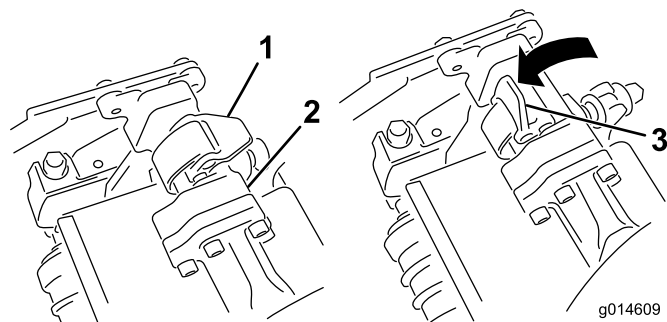
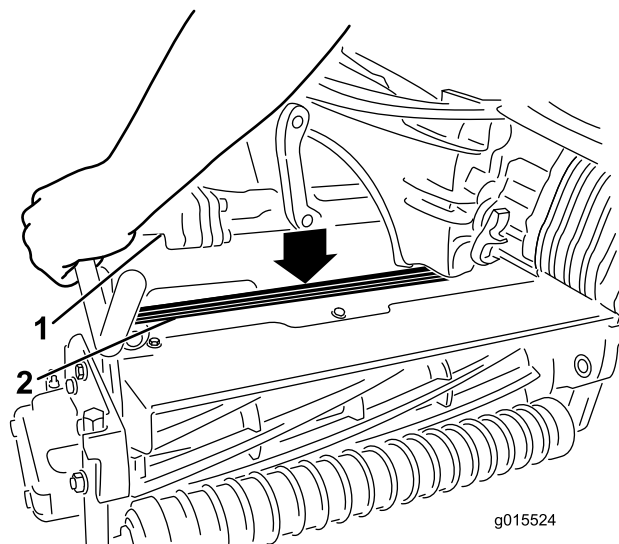

Bild 35
Bild 36
4. Die Riegel an der Aufhängearmstange müssen nach oben zeigen (d. h. offen) (Bild 35); drücken Sie den Aufhängearm dann so nach unten, dass die Stange über die Stange an der Oberseite des Mähwerks passt (Bild 36).
5. Drücken Sie die Riegel nach unten und um die Mähwerkstange und arretieren sie (Bild 35).
5. Öffnen Sie die Riegel an der Aufhängearmstange des Mähwerks, das Sie entfernen möchten (Bild 35).